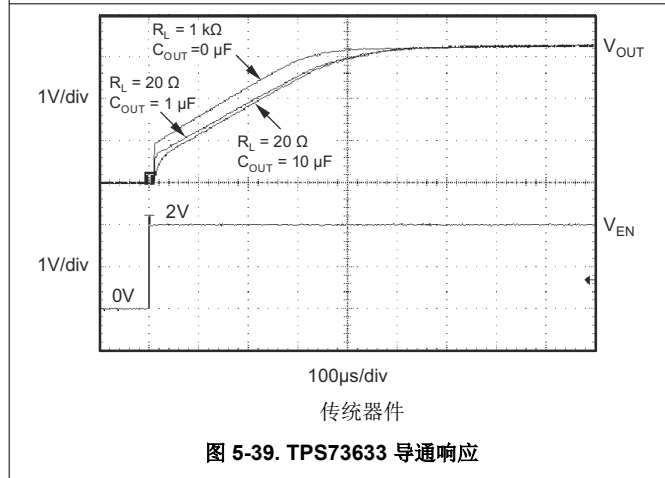

图 5-39. TPS73633 导通响应
使能引脚 (EN) 高电平有效并且与标准 TTL-CMOS 电平兼容。 V_{EN} 低于 0.5V (最大值) 会将稳压器关闭并将 GND 引脚的电流降至大约 10nA 。当 EN 用来关闭稳压器时，导通晶体管的栅极电荷会被完全清除。 V_{EN} 高于 1.7V (最小值) 会打开稳压器，并且输出会斜升至稳定的 V_{OUT} (请参阅图 5-39)。